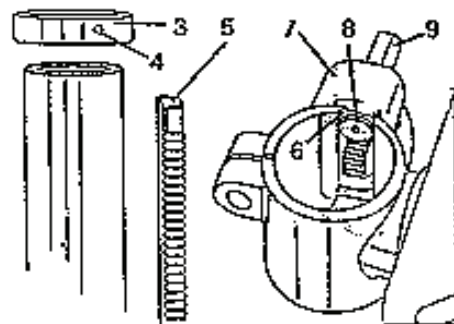

Fig. 4
1. Slăbind șurubul de reglare (4) de demontează inelul (3).
2. De pe montantă înlăturați cremaliera (5).
3. Verificați dacă roata cu melc (8) este bine așezată în brațul de fixare a mesei (7) și dacă se atinge de roți dințate. Fusul (9) ar trebui să fie ieșit din cutie cca 2,5 cm. (fig. 4).
4. Cremaliera (5) se introduce în falțul dințat (6) al brațului de fixare a mesei (7) (fig. 4). Brațul de fixare a mesei ar trebui să fie așezat în partea centrală a cremalierei.